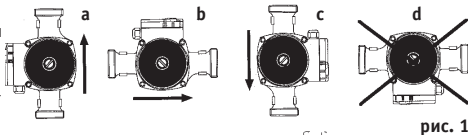

рис. 1
-Насос должен располагаться в соответствии с рекомендациями (см. рис. 1) Стрелки на корпусе насоса указывают направление протекания потока рабочей жидкости. Вал насоса всегда должен располагаться горизонтально. Оптимальное расположение насоса - когда проток теплоносителя направлен вертикально вверх (рис. 1а).